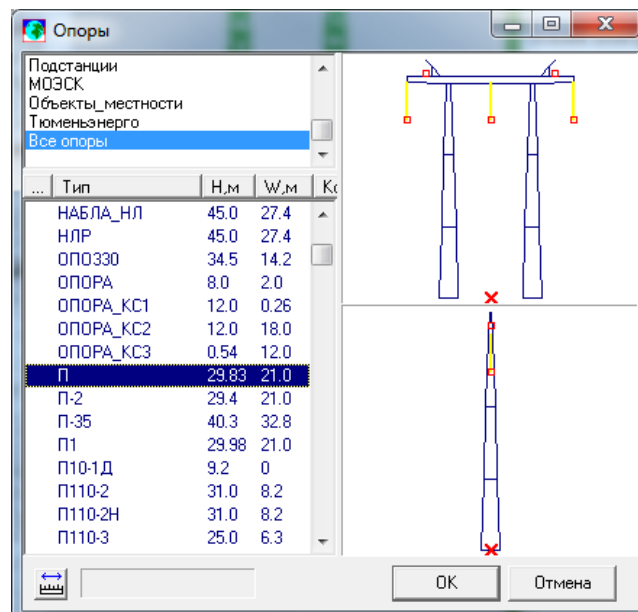

Рис. 26 Выбор типа опоры
3. Правая кнопка мыши во 2 окне профиля, *Новая опора* – выбрать раздел по напряжению или проекту и в нижнем окне выбрать нужный тип опоры **Рис. 26:**